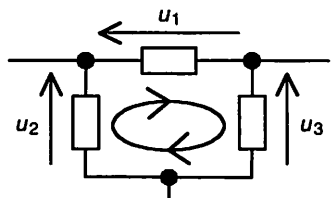

Figure 4.7 Maille M
1) La somme des tensions dans le sens de parcours de la maille est égale à la somme des tensions en sens inverse. Exemple (Fig. 4.7) :
2) La somme algébrique des tensions dans le sens de parcours d'une maille est nulle. Exemple (Fig. 4.7) :